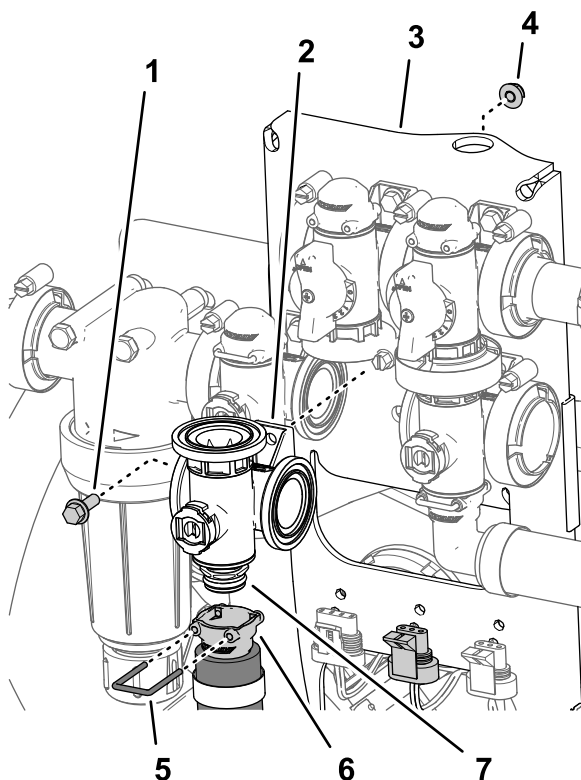

Figura 116
2. Rimuovete il fermo che fissa la presa di scollegamento rapido al giunto di scollegamento rapido del collettore per la valvola dell'agitatore (Figura 116).
3. Rimuovete il bullone a testa flangiata ($\frac{1}{4}$ " x $\frac{3}{4}$ ") e il dado di bloccaggio flangiato ($\frac{1}{4}$ ") che fissano la valvola dell'agitatore al supporto della valvola e rimuovete il collettore della valvola dalla macchina (Figura 116).